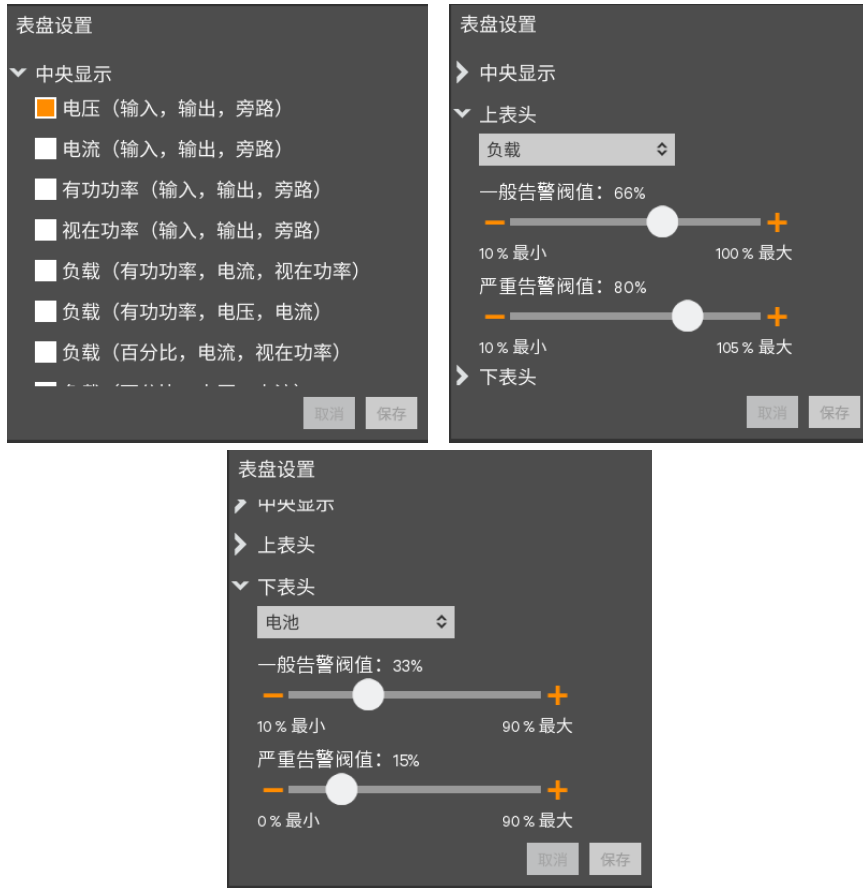

图 4-27 状态表设置选项
- 3) 使用滑动条更改一般告警限值或紧急告警限值（见图 4-27）。